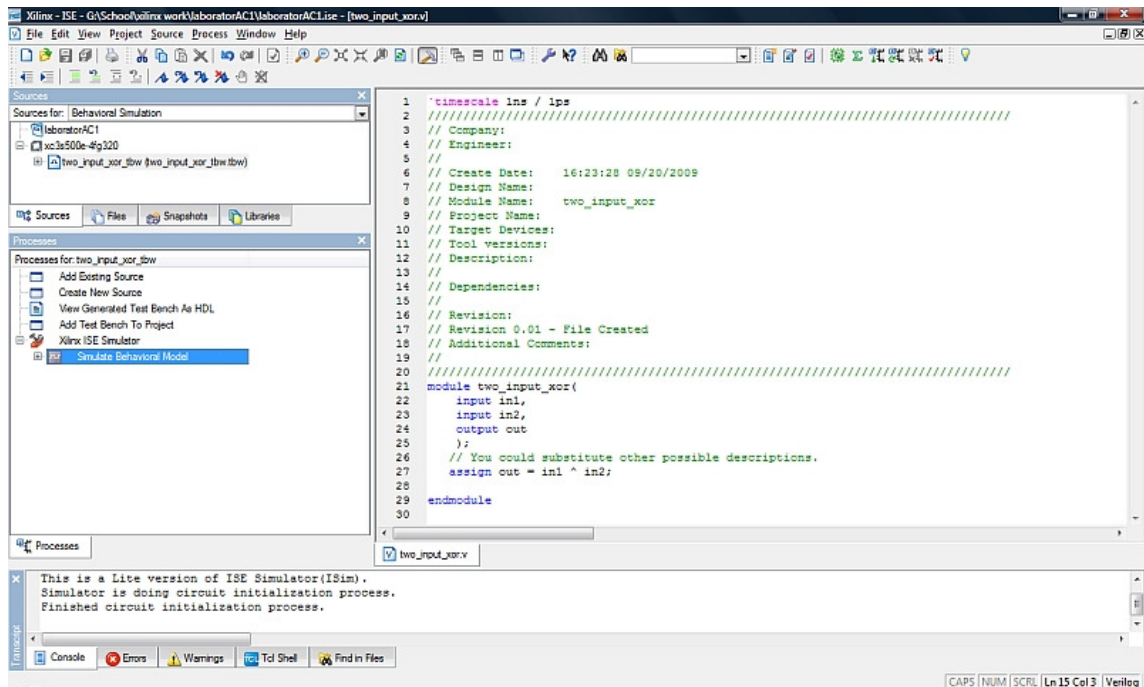

Figura 4.8
- Pornirea simulării se face prin dublu-click pe „Simulate Behavioral Model” (Figura 4.8).